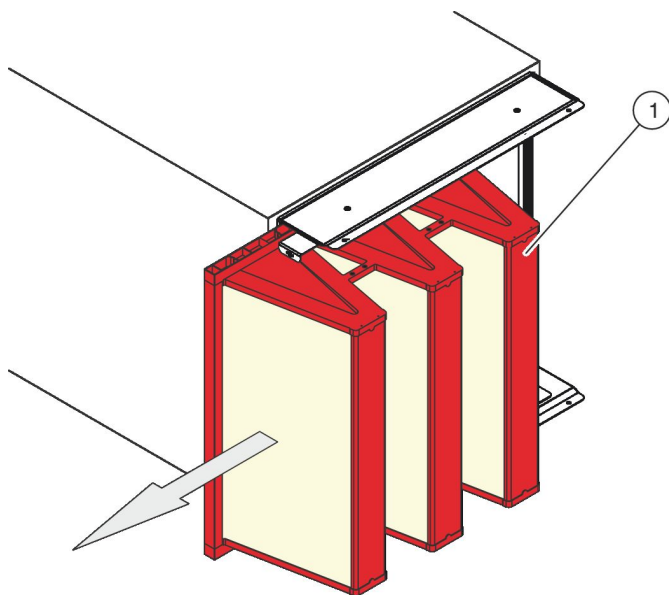

Рис. 60: Удаление фильтрующего элемента
5. ► Сдвиньте фильтрующий элемент (Рис. 60/1) вбок.